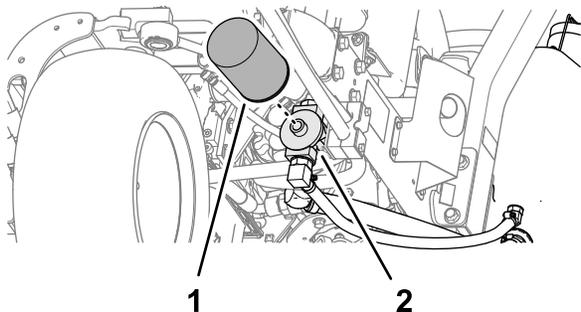

Figura 91
2. Limpie la zona de montaje del filtro. Coloque un recipiente debajo del filtro (Figura 91) y retire el filtro.